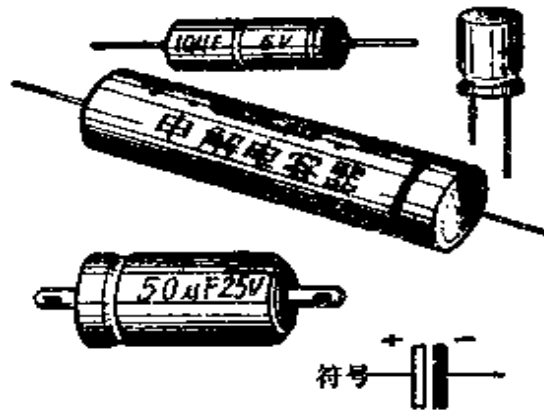

图 3-7
3. 电解电容器 电解电容器简称电解,是一种固定电容器。它与其他固定电容器比较,有两个不同的特点:第一,电容量大,一般都有几个微法到几百个微法;第二,有正负极性,使用时不能接反,否则它的绝缘介质容易被击穿。电解电容器的实物外形和符号如图 3-7 所示。